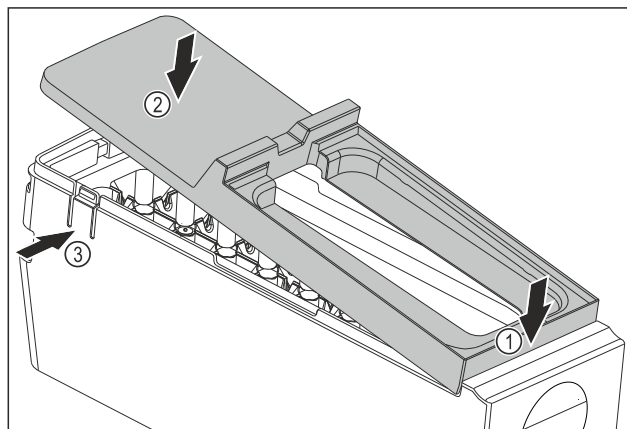

Fig. 113
- Montáž krytu korpusu EasyTwist-Ice: Nasadte kryt na přední stranu. Fig. 113 (1)
- Spusťte kryt vzadu dolů. Fig. 113 (2)
- Kryt slyšitelně zaklapne v obou lamelách Fig. 113 (3).